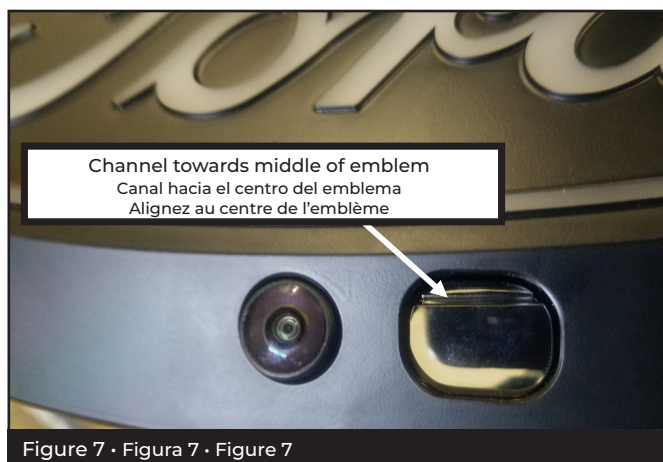

Figure 7 · Figura 7 · Figure 7
7 Front camera equipped trucks: Reinstall nozzle cover, ensuring proper orientation. Needle nose pliers may be needed to pull nozzle arm through opening when installing nozzle cover. (Fig 7)
- Fr** Camionnettes équipées de caméra avant: Réinstallez le couvercle de la buse, en confirmant la bonne orientation. Une pince à bec long pourrait être nécessaire pour tirer le bras de la buse à travers l'ouverture lors de l'installation du couvercle de la buse. (Figure 7)